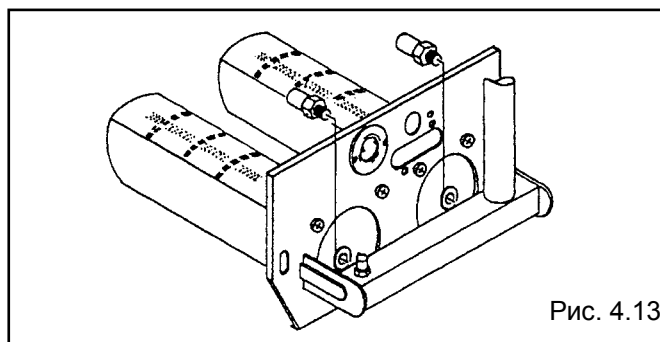

Рис. 4.13
- замените на горелке форсунки из комплекта для перевода на сжиженный газ, не забыв установить новые алюминиевые прокладки (входят в комплект перевода на сжиженный газ) (рис. 4.13).